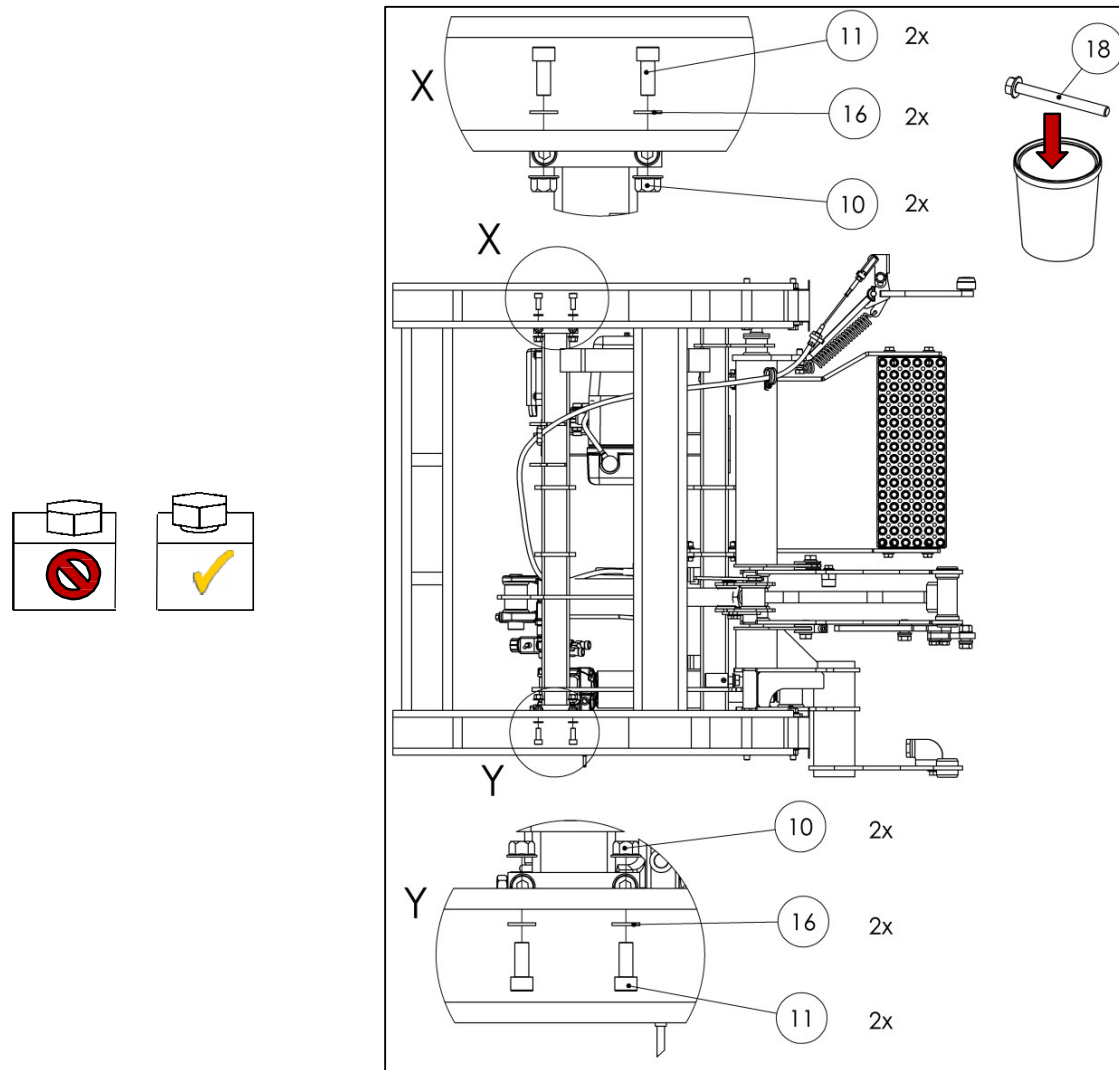

Fig. 30
- Inserte los tornillos delanteros (juego de instalación - no. de parte 22 911 166) y apriételos a mano (vea la Fig.30).